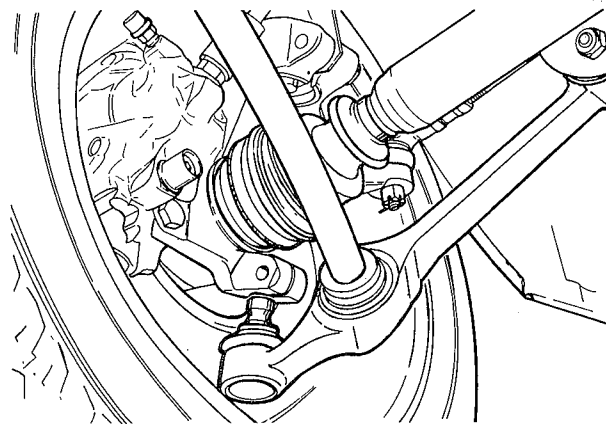

fig. 32
8. Instalar o braço inferior da suspensão do lado esquerdo no monobloco, e a junta esférica no suporte da ponta de eixo, apertando os parafusos e porcas aos torques especificados (fig. 32)